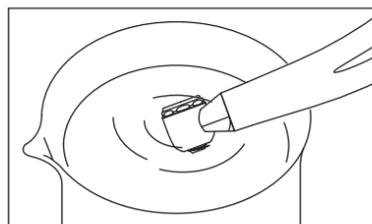

Fig. 3
- 3) Ligue a turbina e introduza metade da cabeça na água (Fig. 3).